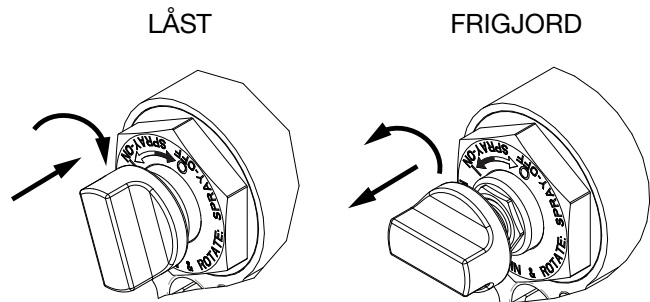

FIG. 6 Kolvens säkerhetsspärr
- Lås kolvens säkerhetsspärr. Se FIG. 6.
Tryck in vredet och vrid medurs. Om spärren är låst aktiveras inte pistolen. Se FIG. 6.
Tryck in vredet och vrid moturs tills spärren kommer ut. Det kommer att finnas ett mellanrum mellan vredet och pistolstommen. Se FIG. 6.
1. Lås kolvens säkerhetsspärr. Se FIG. 6.
1. Lås kolvens säkerhetsspärr (G). Se FIG. 6.